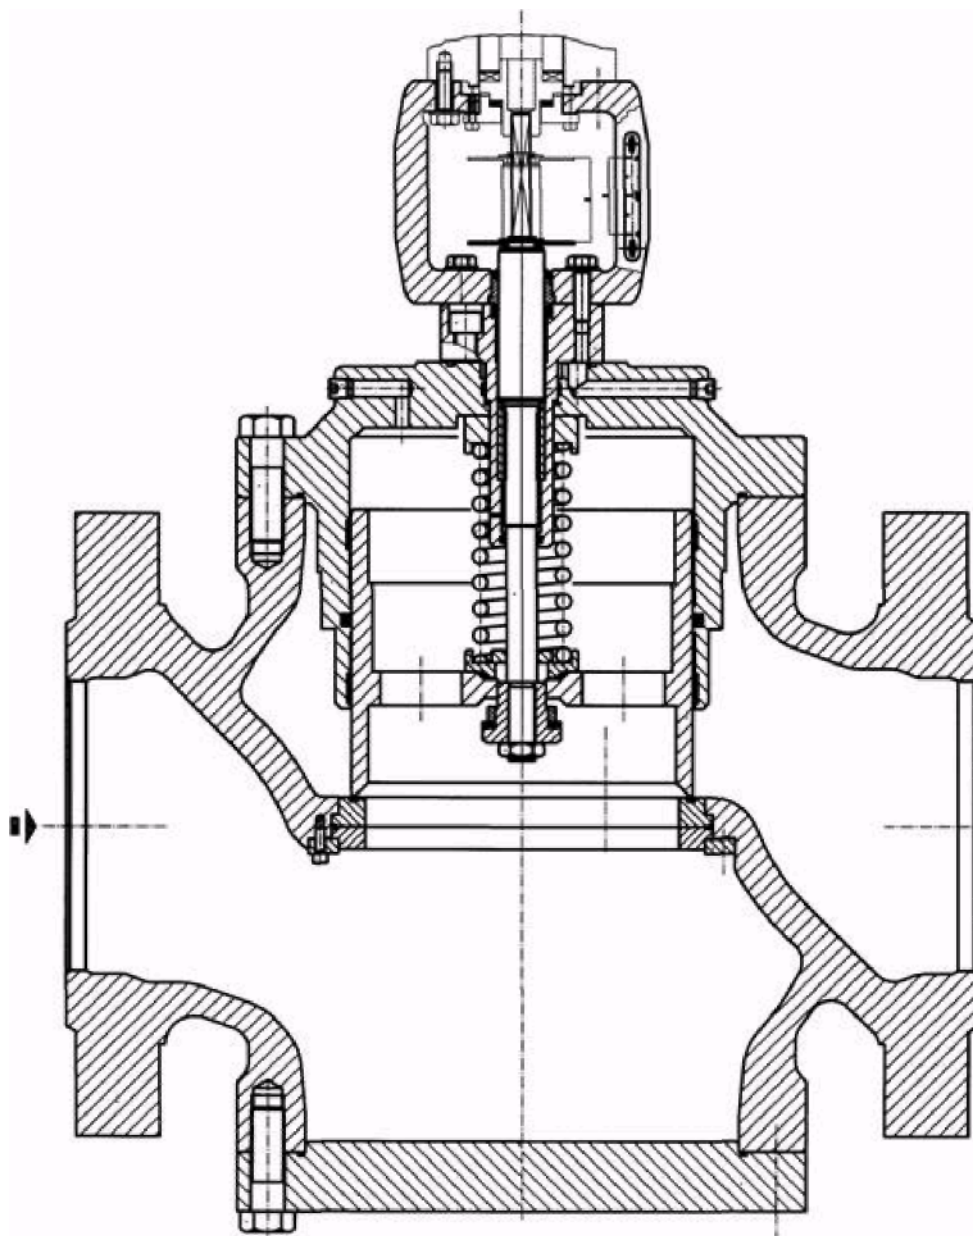

Рисунок 2
**SYNCROFLUX** ( с электрическим управлением, смотри рисунок 2 ).